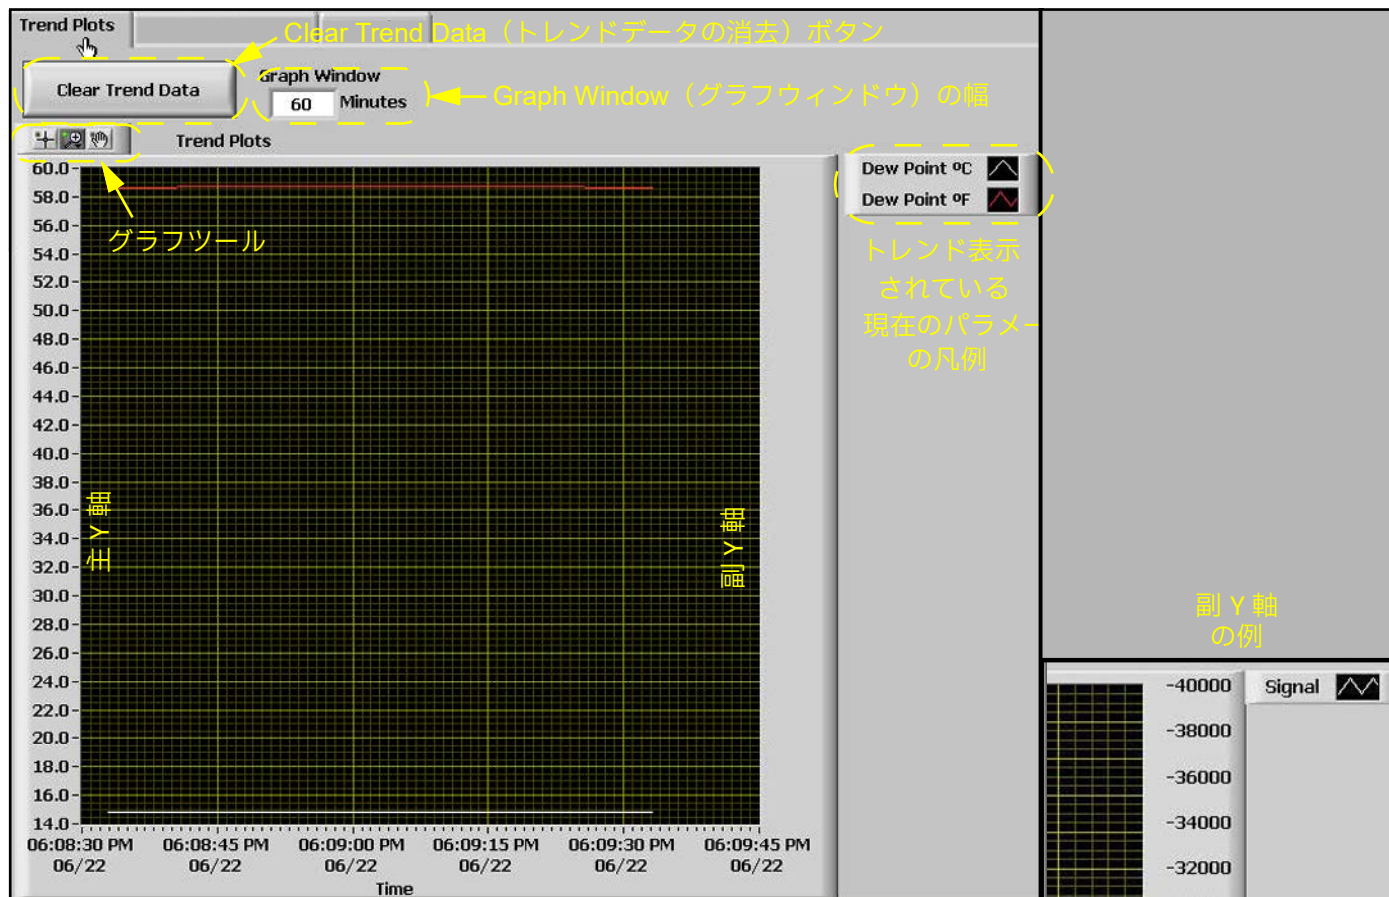

図 73: Trend Plots (トレンドプロット) の使用
1. Trend Plots (トレンドプロット) は、AuroraView の強力なグラフ作成機能です。多くのパラメータのグラフを同時に作成できます (以下の図 73 を参照)。